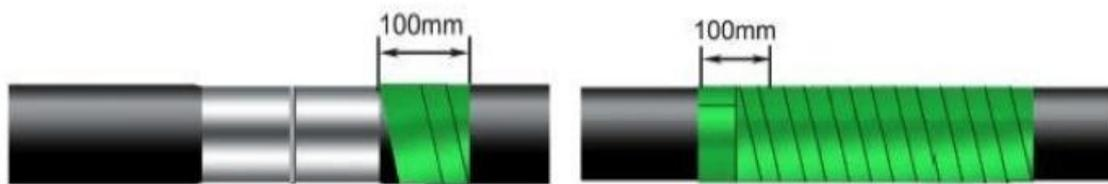

图3
④从一端开始，保持轻柔的张力螺旋缠绕防腐胶带，缠绕过程中保持胶带平整，按照搭接线的提示进行搭接，边缠绕边用力按压胶带搭接部位，使搭接部位平整、密封良好，持续缠绕直到另一端，结束部位原位缠绕一周，如图3所示。